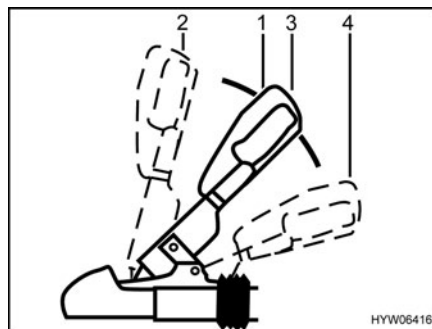

Fig. 2 Accouplement de sécurité WS 3000 D
- Tirer la poignée d'attelage (Fig. 2,1) vers le haut en position "ouvert" (Fig. 2,2). L'accouplement de sécurité est ouvert.
- Poser l'accouplement de sécurité ouvert sur la rotule d'attelage du véhicule tracteur et lâcher la poignée d'attelage. La poignée glisse d'elle-même en position initiale (Fig. 2,3).
- Activer l'installation du dispositif de stabilisation. Appuyer la poignée d'attelage en position fermée (Fig. 2,3) jusqu'à la butée vers le bas (Fig. 2,4).
Pour éteindre le dispositif de stabilisation, p. ex. en roulant sur de la neige ou de la glace, tirer lentement la poignée d'attelage (Fig. 2,1) vers le haut jusqu'à la position fermée (Fig. 2,3).